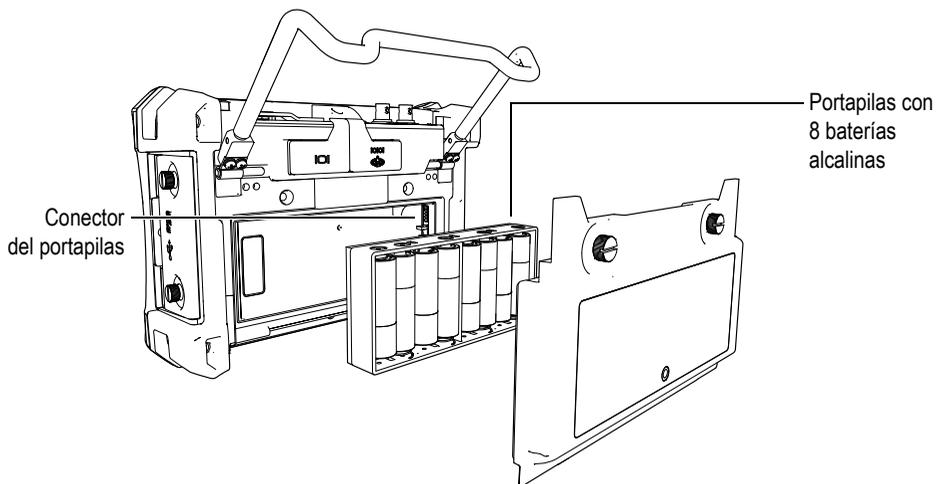

Figura 1-11 Portapilas alcalinas
6. Coloque el portapilas en el compartimento de la batería (véase la Figura 1-11 en la página 27).